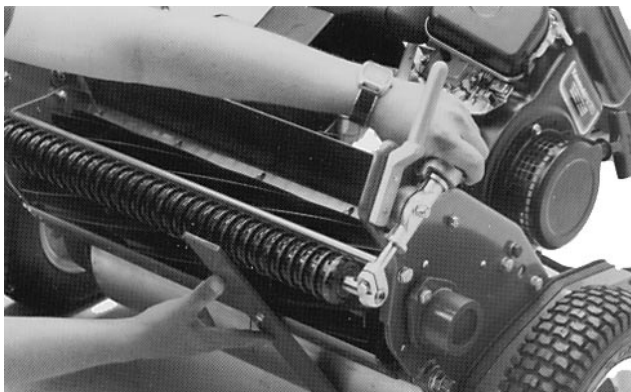

Fig. 8
4. Huk skruhodet på knivplatenes klippekant og hvil linjalens bakre ende mot bakre valse (fig. 8).